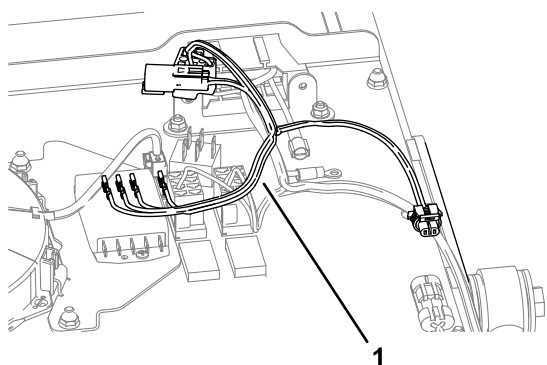

Figura 7
1. Alinhe a cablagem do kit com o painel de interruptores como se mostra na Figura 7.